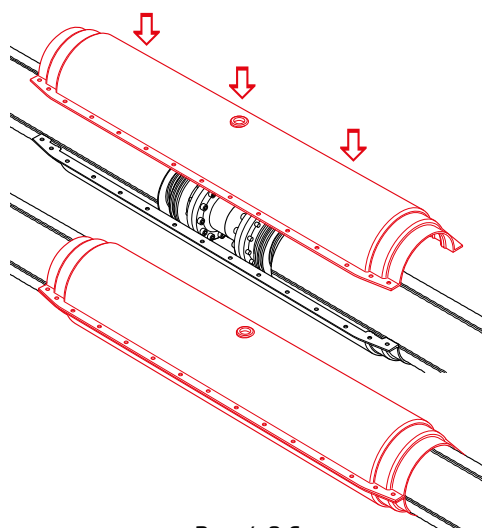

Рис. 4.8.6
6. Установить верхнюю половину защитного кожуха; совместить отверстия для болтов на верхней и нижней половинах кожуха (рис. 4.8.6).